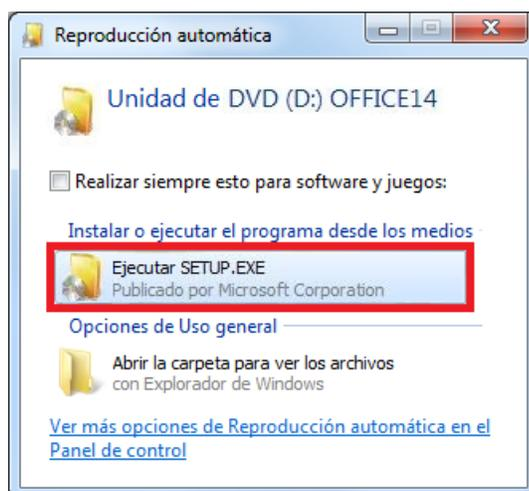

Figura 24 Ventana de Reproducción automática
2. En unos instantes, automáticamente se abrirá una ventana de ejecución. Selecciona la opción 'Ejecutar SETUP.EXE' (Figura 24).